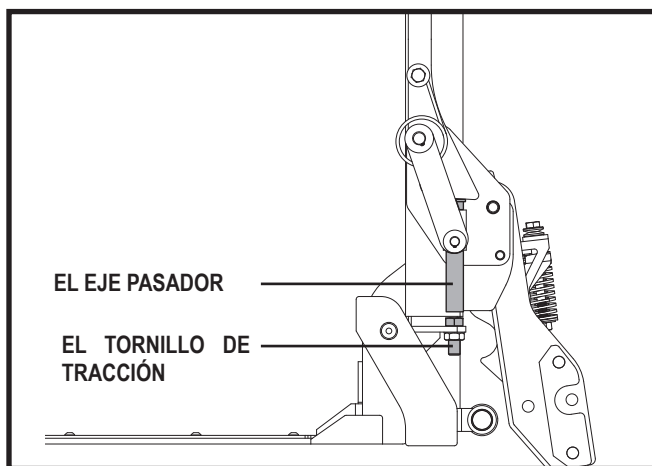

Figura 5. Ajuste del tornillo de tracción y del eje pasador
9. Ajuste el tornillo de tracción en la estructura en H que activa el eje pasador del brazo de sujeción. Este ajuste deberá comprimir el muelle en el pie de pivote del brazo de sujeción para garantizar la sujeción correcta del producto cuando esté siendo remolcado. **Ver figura 5.**